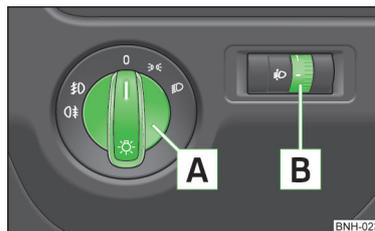

Fig. 21
En los vehículos con **dirección a la derecha**, la disposición de los elementos de manejo se diferencia en parte de la disposición mostrada en » **fig. 21** de la página 43. Los símbolos que marcan las posiciones de los elementos de manejo son iguales.
**Posiciones del conmutador de luces [A] » fig. 21.**
Girando el regulador giratorio [B] » **fig. 21** de la posición — a 3, se adapta paulatinamente la regulación del alcance luminoso y se acorta así el cono de luz. ▶
- Girar el conmutador de luces » fig. 21 de la página 43 a la posición .
- ✓ El conmutador de luces » fig. 21 de la página 43 se encuentra en la posición .